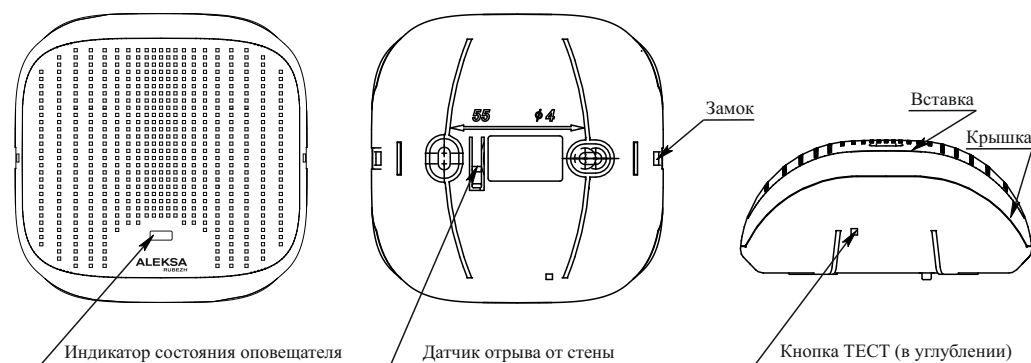

Рисунок 3 – Внешний вид оповещателя
5.7 Для информации о состоянии оповещателя предусмотрен оптический индикатор (рисунок 3). Режимы индикации приведены в таблице 2.